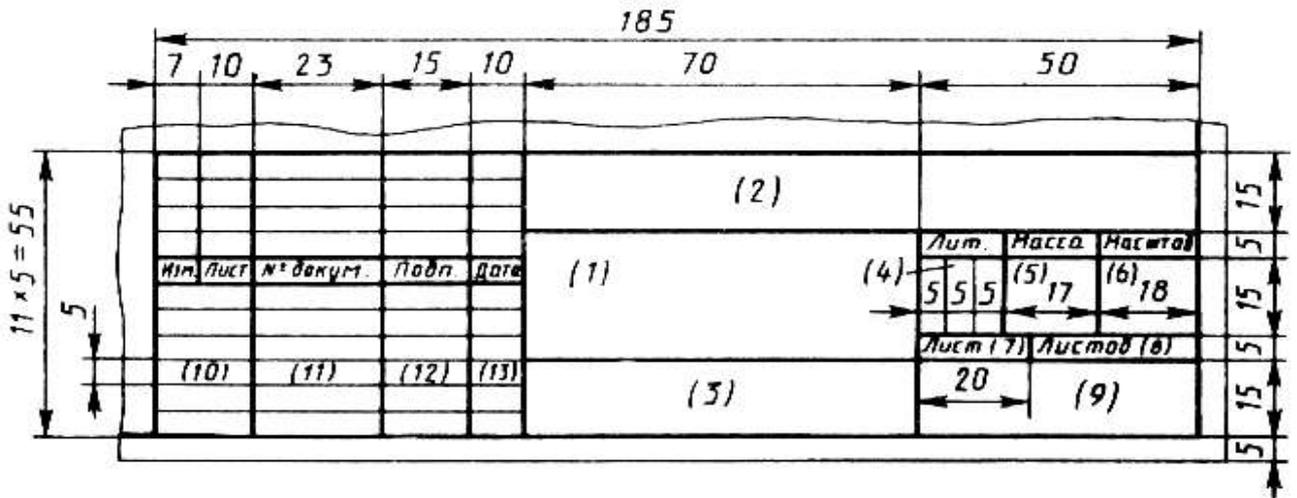

Рисунок 2 – Основная надпись чертежа
1. Все графические задания по курсу «Инженерная графика» выполняются на листах формата А3 (297х420). Оформление формата приведено на рисунке 1. Граница формата, выполненная сплошной тонкой линией, симметрично вписывается в чертежный лист. Рабочее поле листа ограничивается рамкой, которая проводится на расстоянии 5 мм от верхней, нижней и правой стороны формата и на расстоянии 20 мм от левой ее стороны, сплошными основными линиями. В правом нижнем углу формата располагается основная надпись, форма, размеры и порядок заполнения определен ГОСТ 2.104-68 (рис. 2.)